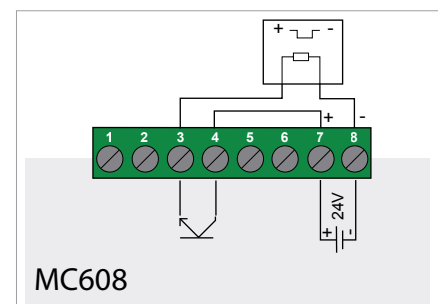

Fig. 30
**1)** Usando 4 botones colocados en la pantalla frontal del convertidor (ver 1, Fig. 30), desenroscando el cristal del panel frontal (ver 2, Fig. 35).